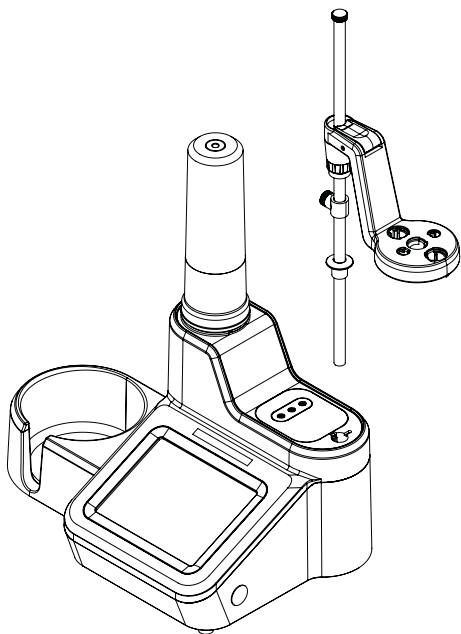

Рисунок 2. Установка штанги держателя электродов
1. Установите штангу держателя, вставив конец штанги в отверстие наверху титратора до упора, выровняв выступы на штанге с пазами в гнезде. См. **Рисунок 2**.